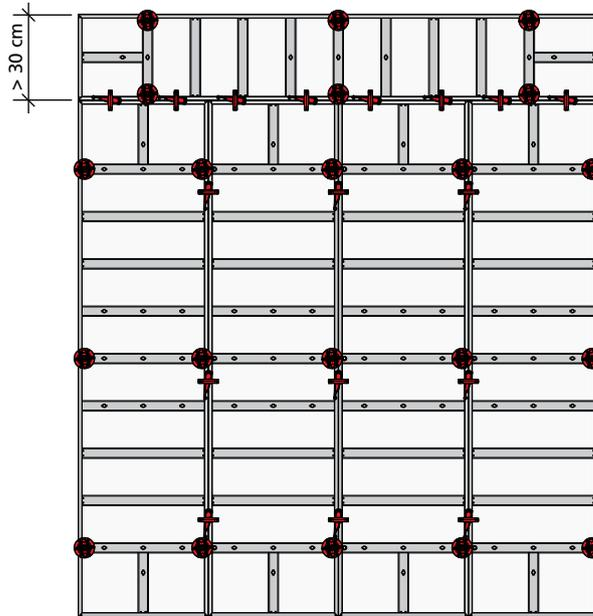

Abb. 37.1
■ Ist die Elementbreite der Aufstockung größer 30 cm, müssen alle Ankerstellen bedient werden (Abb. 37.1 und 37.2).